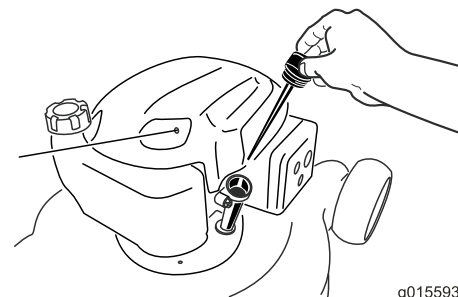

Figura 11
2. Retire la varilla (Figura 11) y vierta aproximadamente tres cuartas partes de la capacidad total del cárter por el tubo de llenado de aceite.